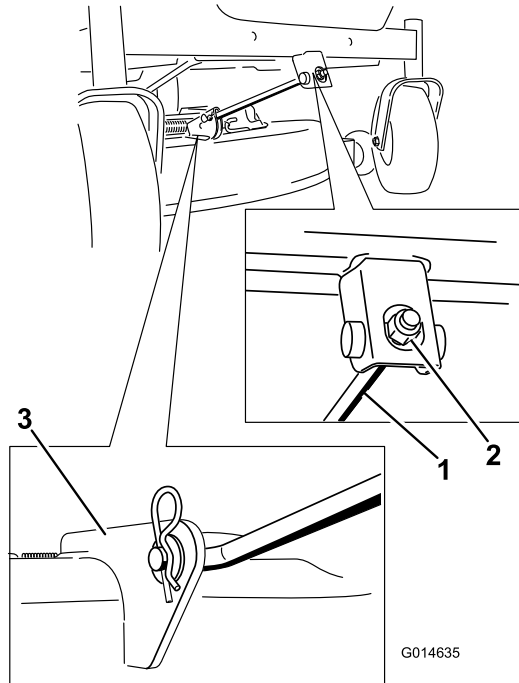

Figura 76
5. Retire la chaveta de la varilla de soporte delantera y retire la varilla del soporte de la carcasa (Figura 76).
8. Conecte la varilla de soporte delantera a la carcasa de corte con el pasador y la chaveta (Figura 76).